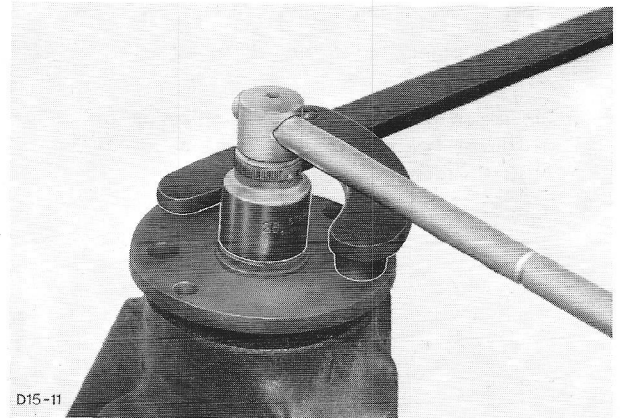

Fig.110 Houd de flens tegen.
- Schuif de flens op de pignonas en monteer een nieuwe zelfborgende moer. Houd de flens met flenssleutel 15-030 tegen en draai de moer met het voorgeschreven aantrekkoppel vast (fig.110).